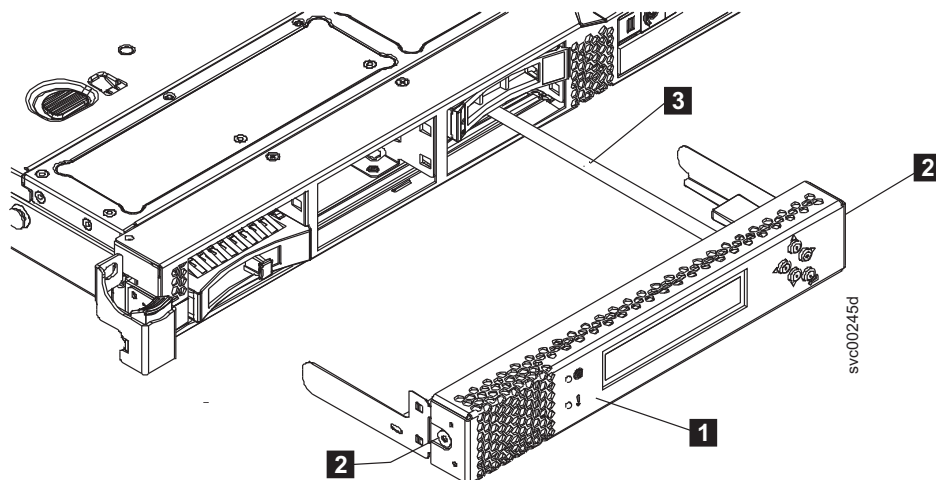

Figura 98. Controlador de serviço do 2145-CG8 ou 2145-CF8 com o cabo USB conectado
6. Pressione cuidadosamente ambos os botões de liberação, mostrados por **2** na Figura 98 na página 127 e solte a lingueta enquanto puxa com cuidado para a frente no controlador de serviço. O controlador de serviço move levemente para a frente.